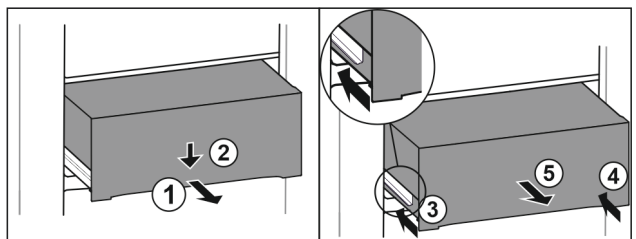

Fig. 88
- ▶ 将抽屉拉出一半。 Fig. 88 (1)
- ▶ 朝下按压正面的抽屉。 Fig. 88 (2)
- ▶ 将左侧轨道推入大约 2 cm。 Fig. 88 (3)
- ▶ 将右侧轨道推入大约 2 cm。 Fig. 88 (4)
#### ▶ 朝前取出抽屉。 Fig. 88 (5)